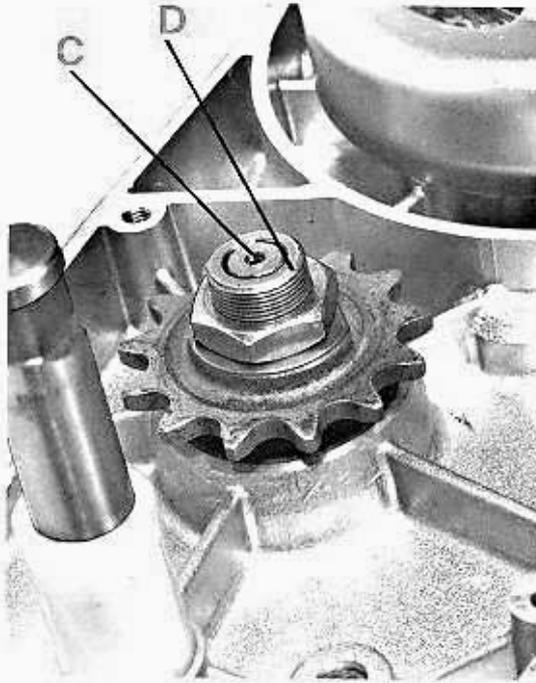

Figure 23
- La bille de verrouillage doit alors être parfaitement au centre du dégagement sur la rampe (figure 23).